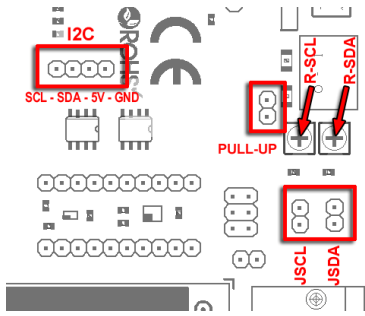

Figura 6: configuración comunicación I2C
La ubicación del conector I2C se muestra en la figura 6, así como el uso asignado a cada pin. Si se desea, se pueden habilitar los conectores RJ45 para transmitir información entre equipos por I2C.
Los conectores RJ45 emplean los pines 4 y 5 para la comunicación Modbus (AB) y los pines 6 y 8 para el GND. Si se cierran los jumper JSCL y JSDA indicados en la figura 6, se habilitarán los pines 2 (SDA) y 7 (SCL) del RJ45 para la comunicación I2C.
Si fuera necesario conectar resistencias pull-up a +5V en SDA y SCL, se cierra el jumper pull-up y con un destornillador se ajusta el valor deseado de las resistencias variables de 10K para cada caso (figura 6).